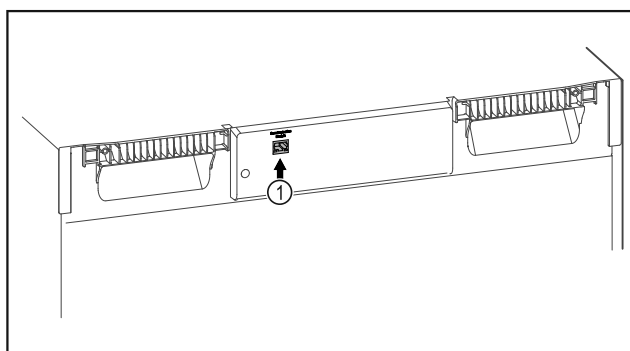

Fig. 103
- SmartModule Fig. 103 (1) er sat i.